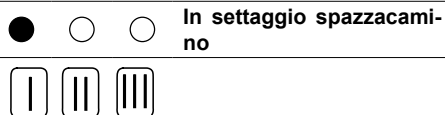

Figura 9.13
- Per settare la funzione spazzacamino le spie di segnalazione 29 devono essere visualizzate come in Figura 9.13 (legenda spie a pag. 15)
sanitaria 28 in Figura 9.13 .